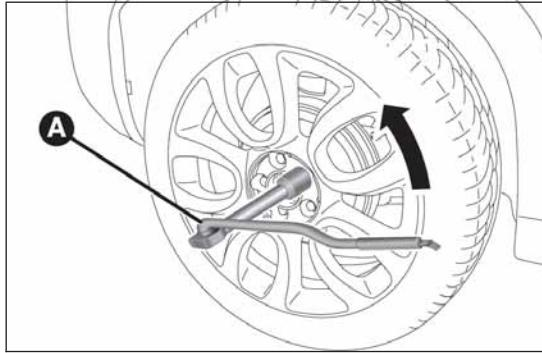

fig. 33
- prendere la chiave A fig. 33 ed allentare di circa un giro le colonnette di fissaggio. Per le versioni dotate di cerchi in lega, scuotere la vettura per facilitare il distacco del cerchio dal mozzo della ruota;